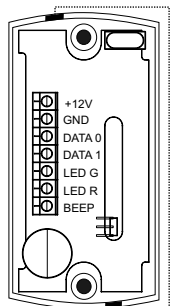

Рис. 3
3. В зависимости от того, в какую сторону прокладывается кабель подключения считывателя, удалите тонкую перемычку (рис.3) и проложите кабель.